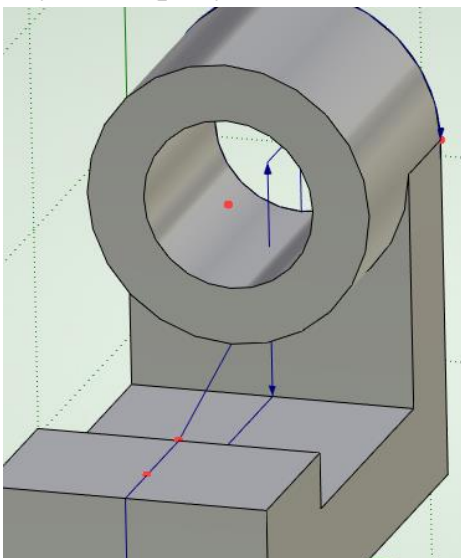

Рисунок 3.15 – Вырезание отверстия
7) С помощью операции «Булева» сложите тело большего диаметра и тело, образованное в п.5. Затем из полученного тела вычтите тело меньшего диаметра (рисунок 3.15).